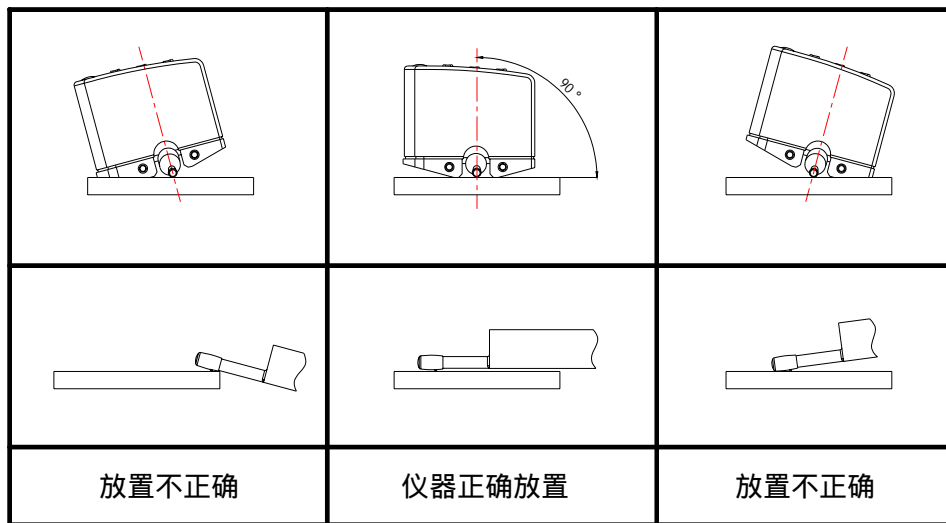

图 2.1-1 仪器的正确摆放
- 参照图 2.1-1,将仪器正确、平稳、可靠地放置在工件被测表面上；